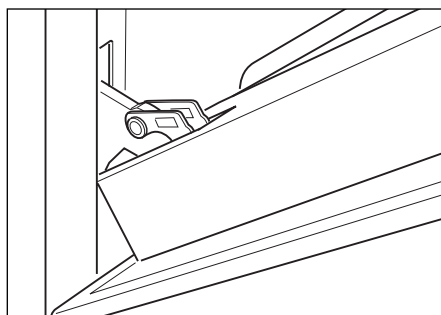

Figura 50d
- Chiudere dolcemente la porta fino a quando le cerniere sinistra e destra "A" non siano agganciate sulla sezione "B" della porta (Figura 50d).